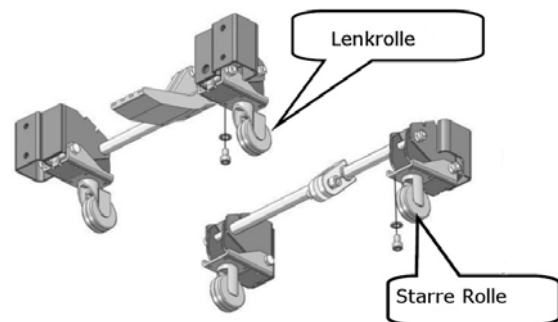

Abb. 8: Montage der Transportrollen
Schritt 3: An der vorderen Lenkrollenhalterung die 2 Lenkrollen (Abb.8) mit Hilfe der Zylinderschrauben und Unterlegscheiben montieren.
Schritt 4: An der hinteren Lenkrollenhalterung die 2 starre Rollen (Abb.8) mit Hilfe der Schrauben und Unterlegscheiben montieren.